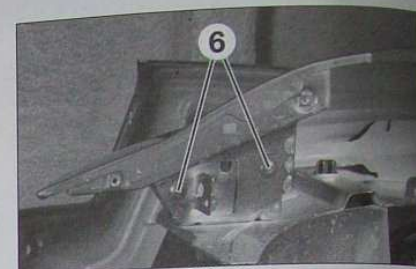

FIG. 12
- les têtes des rivets (6) (Fig.12).